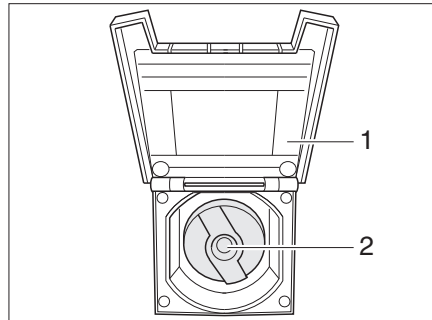

Bild 340 Verschlussdeckel für Trinkwasser-Einfüllstutzen
- Abdeckklappe (Bild 340,1) zum Trinkwasser-Einfüllstutzen öffnen. Der Deckel wird magnetisch an der Außenwand des Fahrzeugs gehalten.
- Schlüssel in Schließzylinder (Bild 340,2) stecken und eine viertel Umdrehung entgegen dem Uhrzeigersinn drehen.
- Trinkwasser-Einfüllstutzen (Bild 340) öffnen.